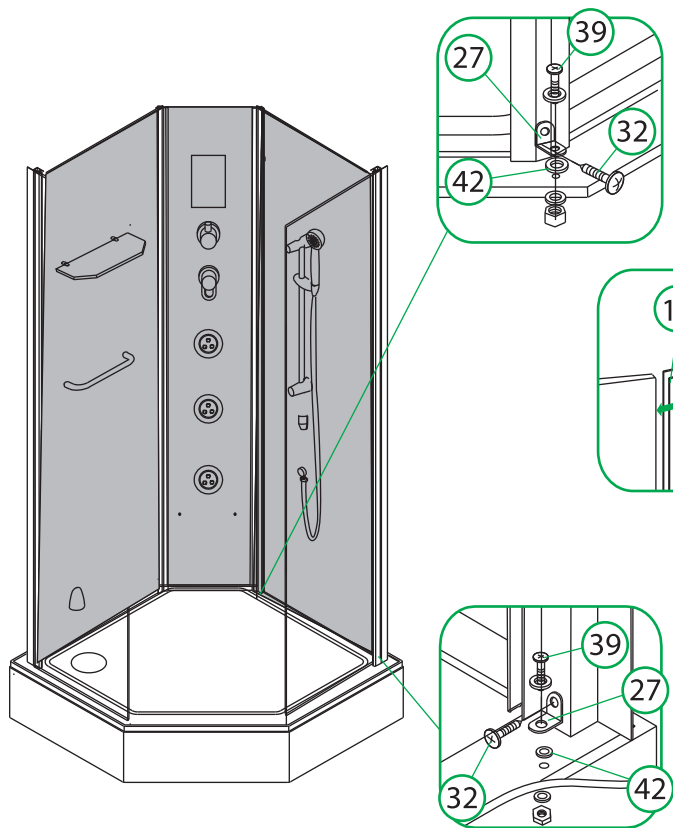

Рис. 8 / 8-сур.
7. Закрепите каркас кабины на поддоне (рис. 8).